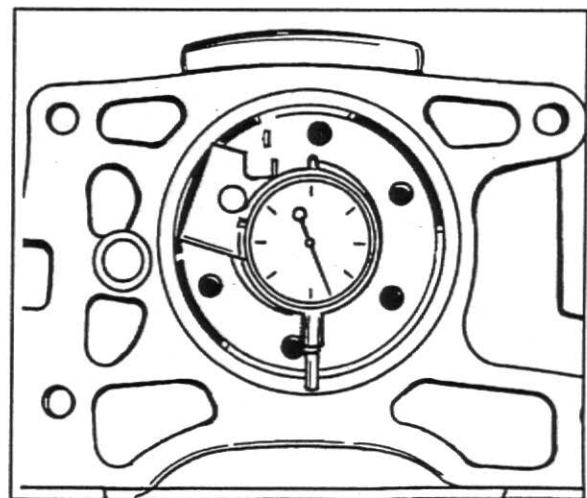

Fig. 1
2. Verifique com o relógio microcomparador a concentricidade da carcaça em relação à árvore de manivelas: 0,15 mm ou 0,006 pol, fig.1.